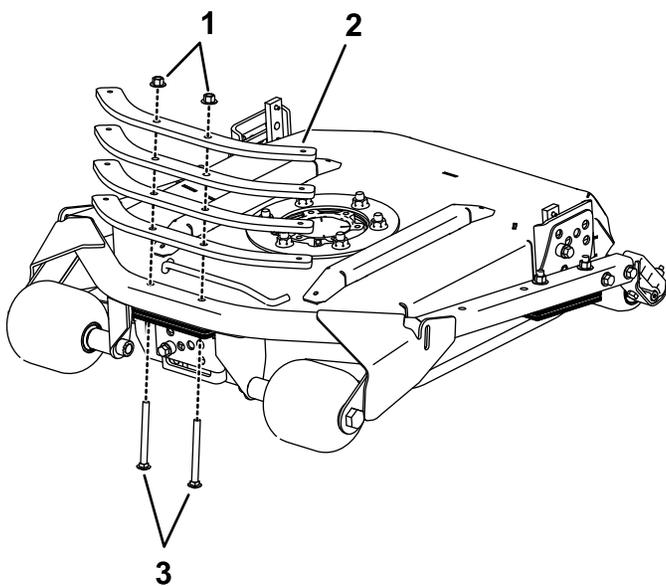

Рисунок 2
2. Установите балластные пластины над трубчатой рамой и установите длинные каретные винты из комплекта, закрепив их гайками, снятыми при выполнении пункта 1 (Рисунок 2).